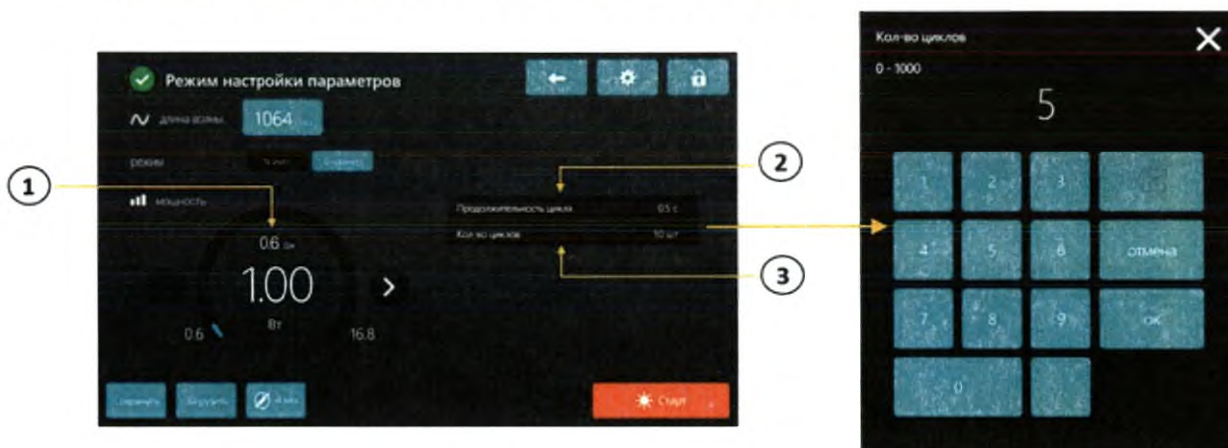

Рис.10.4 – Настройка параметров
- Установка мощности и энергии (Поле № 1 на рис.10.4);
- Установка продолжительности цикла в секундах (Поле № 2 на рис.10.4);
- Установка количества циклов (Поле № 3 на рис.10.4).
(Поле 1 на рис.10.4) кнопкой  для увеличения значения и кнопкой  для уменьшения значения, либо нажав на значение (Поля 2-3 на рис.10.4). В этом случае значение параметра можно ввести при помощи клавиатуры, появившейся на экране. Для отмены действия нажмите кнопку «Отмена», для подтверждения введенного значения нажмите кнопку «ОК».